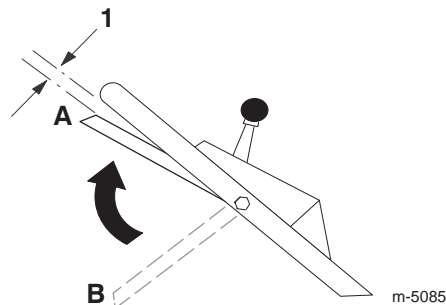

Figura 16
9. Levante la barra de control de la cuchilla hasta unos 2,5 cm por debajo del manillar; consulte la posición **A** de la Figura 16.